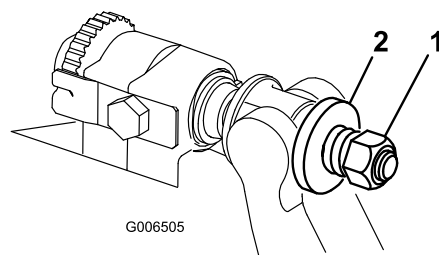

Figura 22
6. Serrate il dado di tensionamento della molla finché questa non è a riposo, quindi allentatelo di mezzo giro (Figura 22).